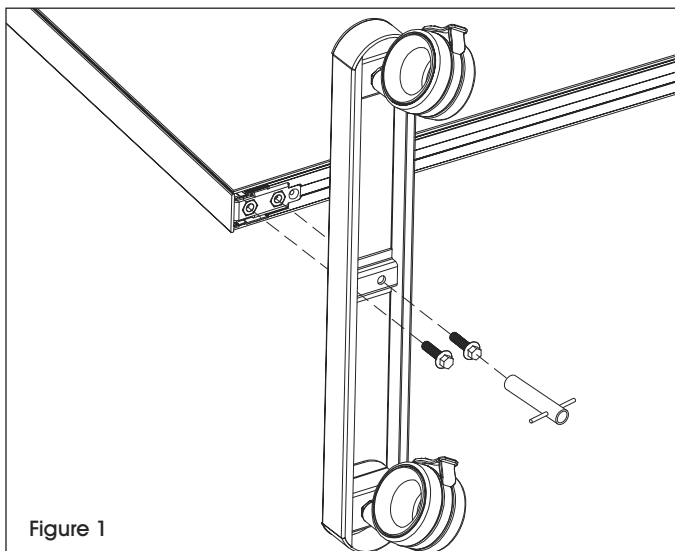

Figure 1
2. Alignez la base perpendiculairement au tableau et assurez-vous que les trous de la base sont alignés sur les trous du tableau. Insérez deux boulons de bride et serrez-les avec la clé. (Voir Figure 1)